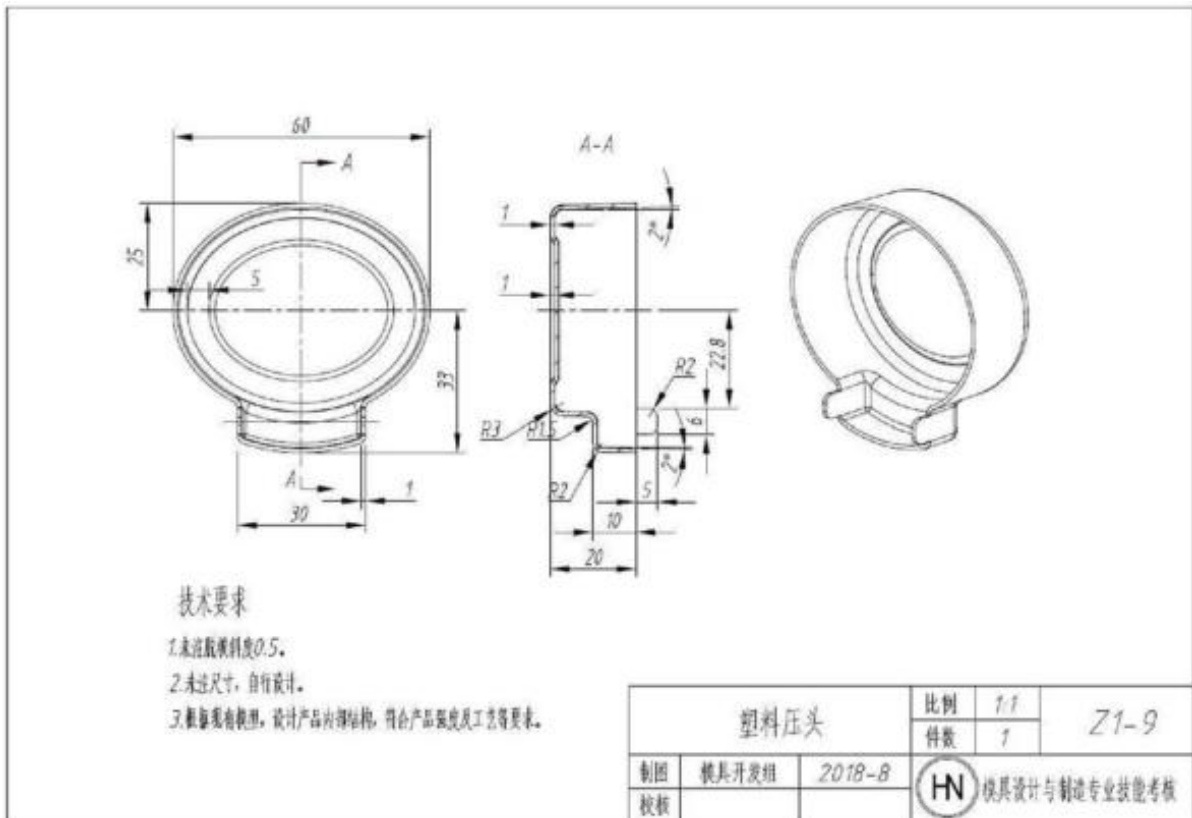

图 Z1-9 塑料压头
按照图 Z1-9 的要求，对塑料压头进行产品造型、结构与 3D 打印。
- (1) 在 F 盘下建立考生文件夹，文件夹名称为“场次-工位号-3DDY”，产品设计与 3D 打印的结果文件均保存于此文件夹中，否则计零分；
- (2) 根据图 Z1-9，使用 CAD 软件完成产品的三维建模；
- (3) 进行产品改进设计：设计 2 个耳孔，在合适部位设计凸起的“3D 打印”文字标志，并使产品符合强度及工艺性等要求。设计的产品模型以文件名“Z1-9”保存在考生文件夹中；
- (4) 将产品三维模型转换为 3D 打印机可识别的格式，保存在考生文件夹中；
- (5) 正确载入模型，调整到最佳位置；
- (6) 合理设置与调整打印参数，充分考虑材料的利用率；
- (7) 正确操作 3D 打印机，完成模型打印；
- (8) 对打印的零件进行后处理（含去支撑、粘接等），不能对产品零有损伤；
- (9) 产品材料：ABS。